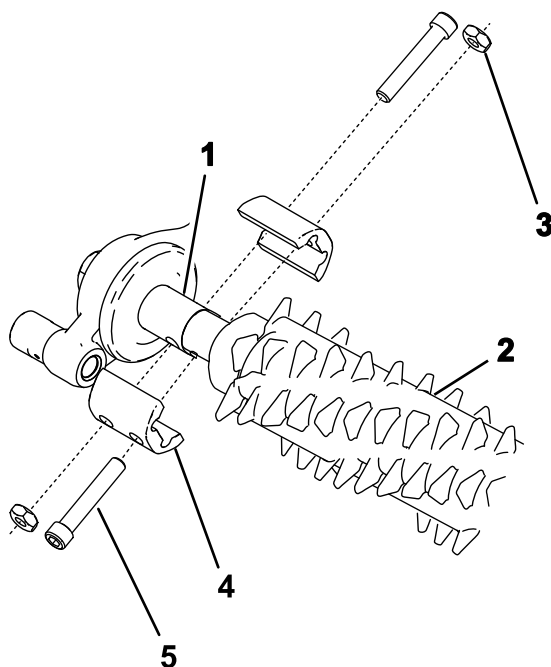

Figura 16
2. Allineate il gruppo groomer con gli alberi sussidiari di trasmissione della scatola della trasmissione del groomer e del gruppo tendicinghia (Figura 16).
3. Fissate il groomer alla macchina come illustrato nella Figura 16 e serrate adeguatamente i bulloni.